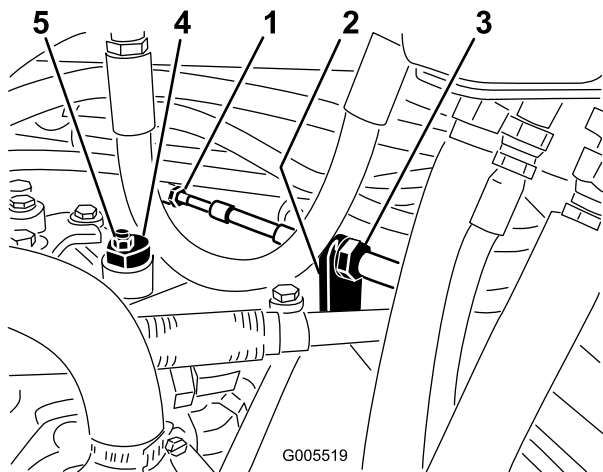

Figura 52
- A. Afloje las dos contratuercas que fijan el cable de control de tracción a la mampara del hidrostato (Figura 52). Asegúrese de aflojar ambas contratuercas uniformemente, y lo suficiente como para permitir el ajuste.
Nota: Afloje la tuerca que sujeta el excéntrico a la parte superior del hidrostato (Figura 52).
ajuste (Figura 52). Compruebe el ajuste con el acelerador en las posiciones Lento y Rápido.
- D. Desde cada lado de la mampara, apriete las contratuercas uniformemente, fijando el cable de tracción a la mampara (Figura 52). No tuerza el cable.